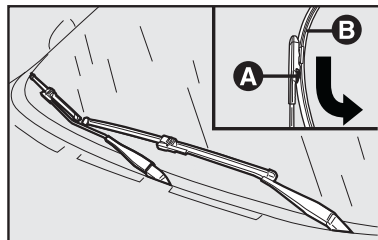

fig. 25
Sustitución de las escobillas del limpiaparabrisas - fig. 25
- 2) Presione la traba **A**-fig. 25 y quite la escotilla **B**, empujándola hacia abajo y desenganchándola del brazo.